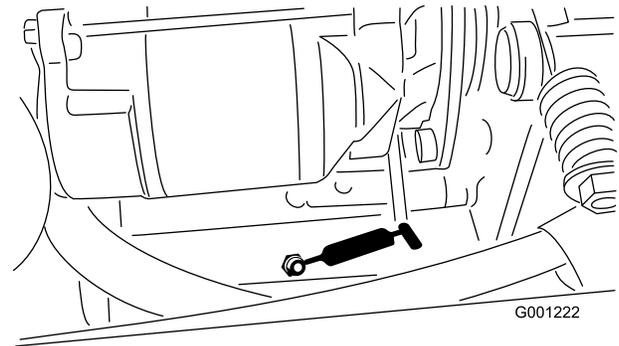

図 39
- ・ PTO のテンション・ピボット(図 39)
- ・ PTO の後ベアリング(図 39)